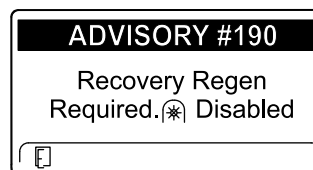

Рисунок 55
- Требуется восстановительная регенерация — вал отбора мощности выключен, ИНФОРМАЦИОННОЕ СООБЩЕНИЕ № 190 (Рисунок 55)